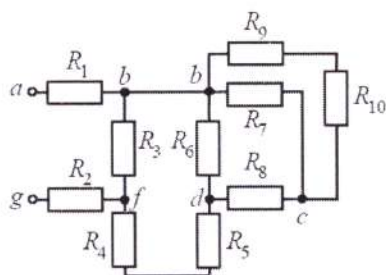

Рис. 1
**Задача 1.** Для цепи (рис. 1), **определить эквивалентное сопротивление** относительно входных зажимов  $a-g$ , если известно:  $R_1 = R_2 = 0,5 \text{ Ом}$ ,  $R_3 = 8 \text{ Ом}$ ,  $R_4 = R_5 = 1 \text{ Ом}$ ,  $R_6 = 12 \text{ Ом}$ ,  $R_7 = 15 \text{ Ом}$ ,  $R_8 = 2 \text{ Ом}$ ,  $R_9 = 10 \text{ Ом}$ ,  $R_{10} = 20 \text{ Ом}$ .